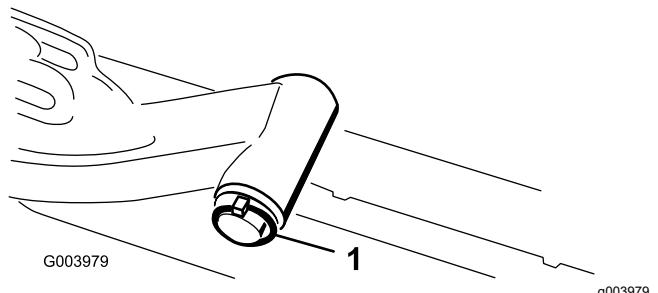

Figura 11
3. Inserite l'albero del braccio di sollevamento nel braccio di sollevamento, e fissatelo con la rondella e l'acciario (Figura 11).
1. Togliete l'acciario e la rondella che fissano l'albero di articolazione al braccio di sollevamento, ed estraete l'albero dal braccio di sollevamento (Figura 11).